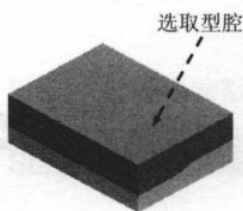
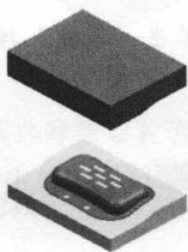

图 1.16 选取移动对象
图 1.17 移动型腔
(1) 创建爆炸图。选择下拉菜单**装配(A)** → **爆炸图(X)** → **新建爆炸(N)...**命令, 系统弹出“新建爆炸”对话框, 采用系统默认的名称, 单击**确定**按钮。
(2) 编辑爆炸图。选择下拉菜单**装配(A)** → **爆炸图(X)** → **编辑爆炸(E)...**命令, 系统弹出“编辑爆炸”对话框; 选取如图 1.16 所示的型腔为移动对象; 选中**移动对象**单选项, 选取 Z 轴为移动方向, 在**距离**文本框中输入数值 100, 按 Enter 键确认, 移动结果如图 1.17